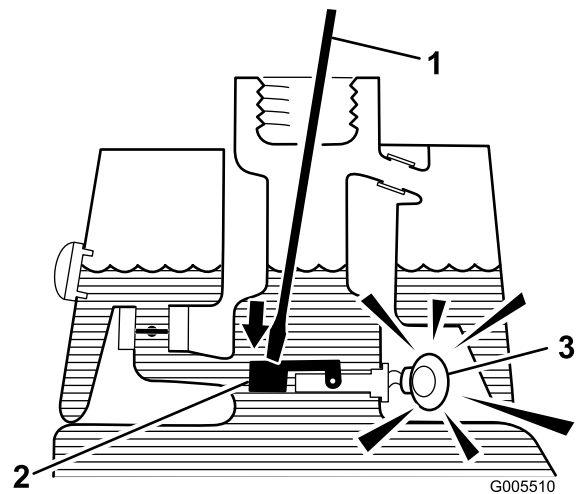

Figura 53
3. Insira uma barra ou uma chave de parafusos no bocal do depósito e empurre com cuidado o comutador (Figura 53) para baixo. O alarme deverá ser ativado ao fim do período de desfasamento de um segundo.